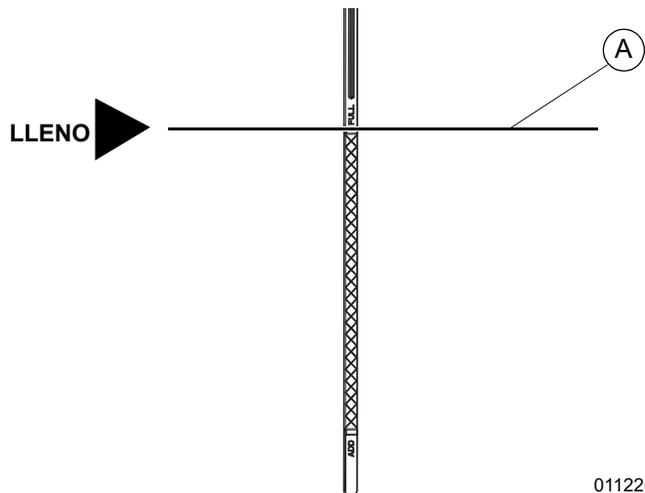

Figura 5-8. Marca que indica lleno de la varilla de nivel de aceite
7. Consulte la Figura 5-8. Compruebe que el nivel de aceite esté en o cerca de la marca FULL (LLENO) (A). Añada aceite si fuera necesario.